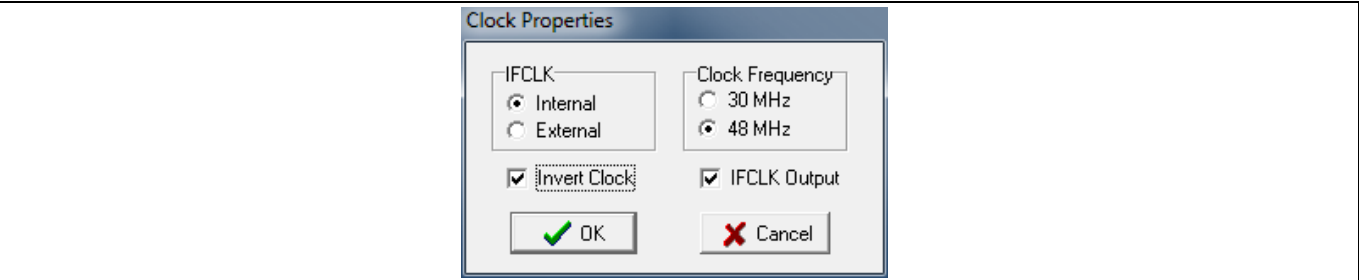

Figure 35 配置 IFCLK
8. 右击 **48 MHz CLK** 文本框，并按照 **Figure 35** 的内容配置时钟属性。选择 **Invert Clock** 复选框。GPIF 更改并采样时钟上升沿上的信号；FIFO 将更改并采样时钟下降沿上的信号。这个半时钟偏移提供了各种接口时序设置和保持时间。